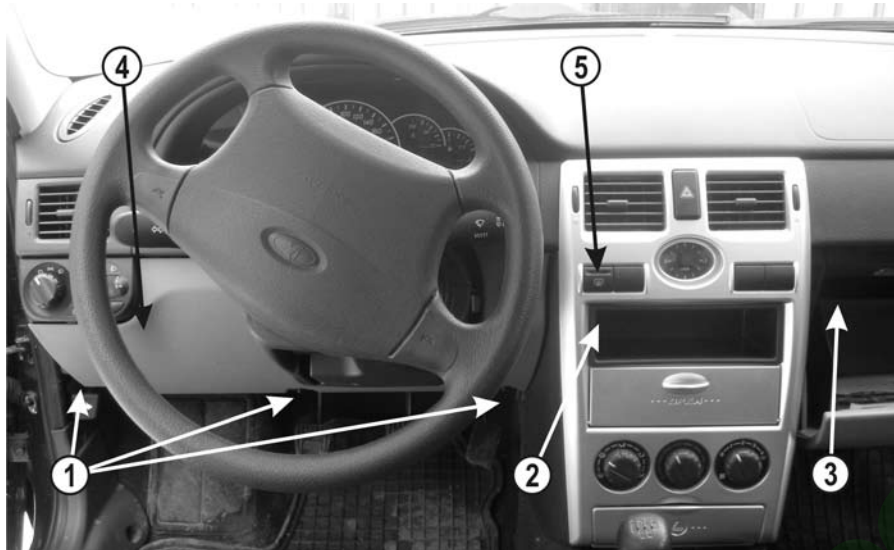

Рис.1 Вид на панель приборов.
ВНИМАНИЕ! Перед установкой тщательно изучите данную схему (см. **Рис.1**).
4.1 Поверните на 90° три замка (поз.1, **рис.1**) крышки блока предохранителей, снимите крышку (поз.4, **рис.1**) блока предохранителей.
4.2 Извлеките контейнер (поз.2, **рис.1**) или выньте автомагнитолу, отсоединив колодки.
4.3 Извлеките кнопку (поз.5, **рис.1**) выключателя обогрева заднего стекла.